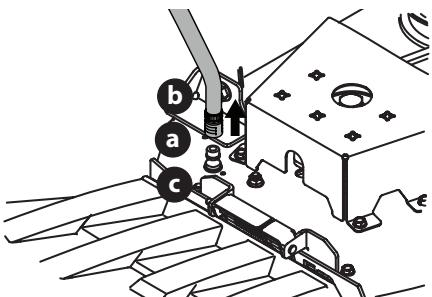

Figure 30
- Tirez sur le collier d'arrêt (a) de l'adaptateur de buse (b), puis poussez l'adaptateur de buse sur la buse de nettoyage du plateau (c). Relâchez le collier d'arrêt pour verrouiller l'adaptateur de buse sur la buse de nettoyage du plateau (Figure 30).